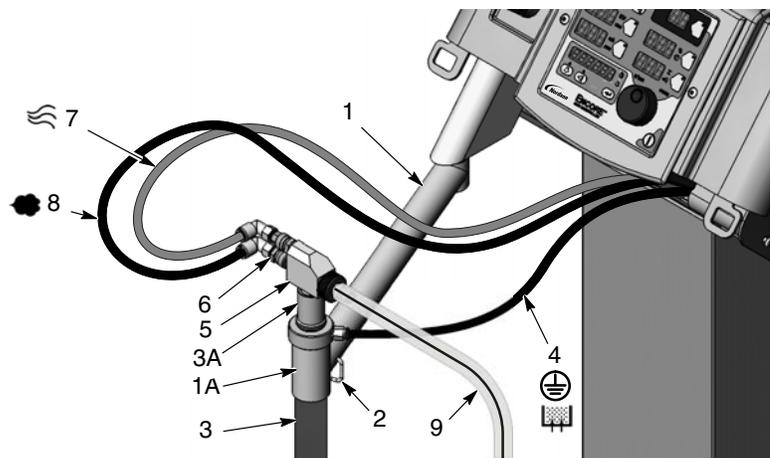

Figure 3-6 Système à VBF – Installation du tube de prélèvement et de la pompe
1. Voir la figure 3-6. Déballez le tube de prélèvement (3).
2. Pivotez le bras du tube de prélèvement (1) vers l'extérieur au-dessus du plateau vibrant, écartez l'attache du tube de prélèvement (2), puis faites glisser le tube de prélèvement à travers le porte-tube (1A).
3. Montez la pompe (5) dans l'adaptateur de pompe (3A) avec un léger mouvement de torsion.
- tuyau à air d'atomisation bleu de 8 mm (7) dans le raccord tubulaire du dessus sur la pompe,
- tuyau à air de débit noir de 8 mm (8) dans le raccord tubulaire du bas sur la pompe
- tuyau à air de fluidisation noir de 6 mm (4) dans le raccord tubulaire sur le tube de prélèvement.
**REMARQUE :** La pompe est équipée de coupleurs rapides (6). Tirez les bagues d'accouplement moletées en arrière pour les débrancher.
5. Raccordez une extrémité du tuyau à poudre (9) à la pompe.